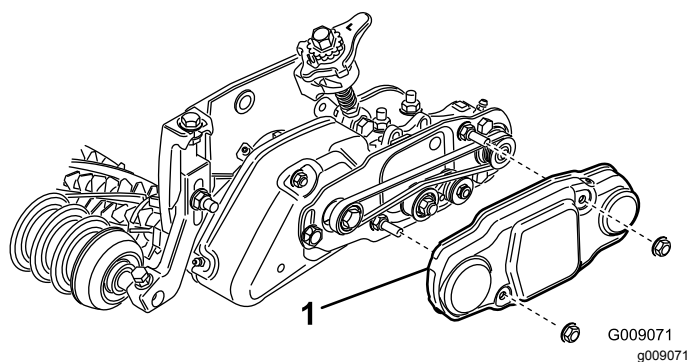

Figura 34
26. Coloque la cubierta de la correa sobre los pernos de montaje y sujétela con 2 tuercas con arandela prensada (Figura 34).